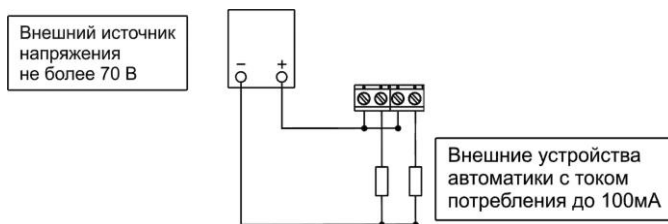

Рисунок 2
- При необходимости, подключить внешние устройства индикации и (или) автоматики к контактам релейных выходов (см. приложение Рисунок 2,3);